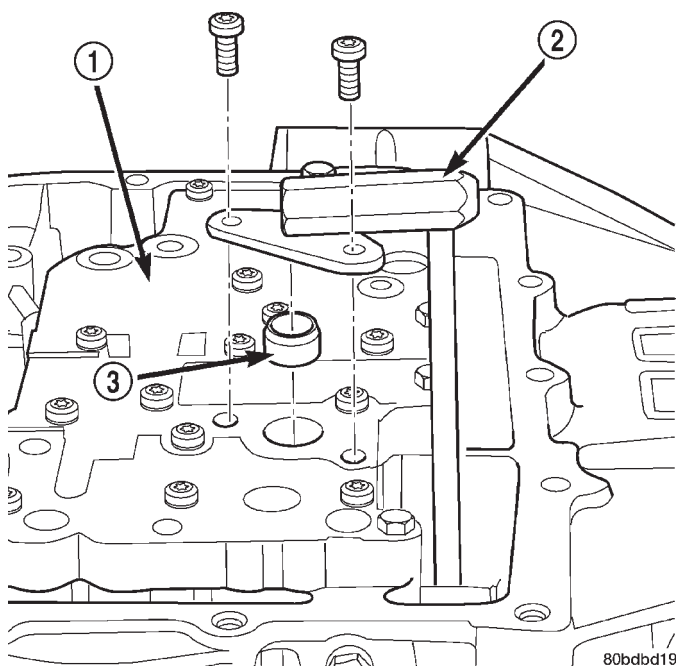

Fig. 77 Válvula de derivación del enfriador y junta
(38) Instale la válvula de derivación del enfriador y la junta (Fig. 77). Aplique una torsión de 5 N·m (40 lbs. pulg.).